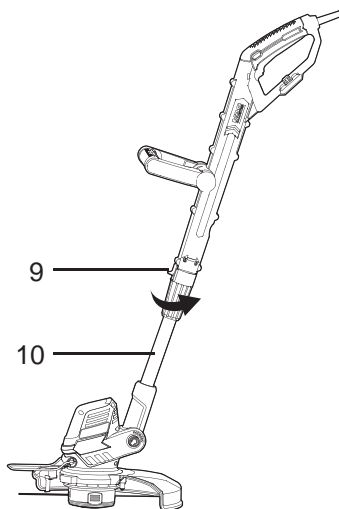

Fig.11
- > Aperte a manga de bloqueio (9) rodando para a esquerda (Fig.11).